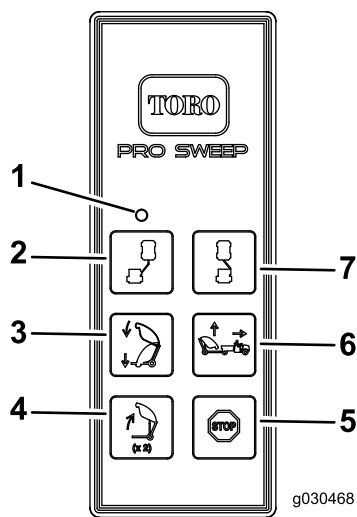

Figura 28
2. Con la tolva a la altura de transporte, pulse el botón Vaciar tolva, suelte el botón y luego pulse el botón otra vez y manténgalo pulsado (Figura 28).